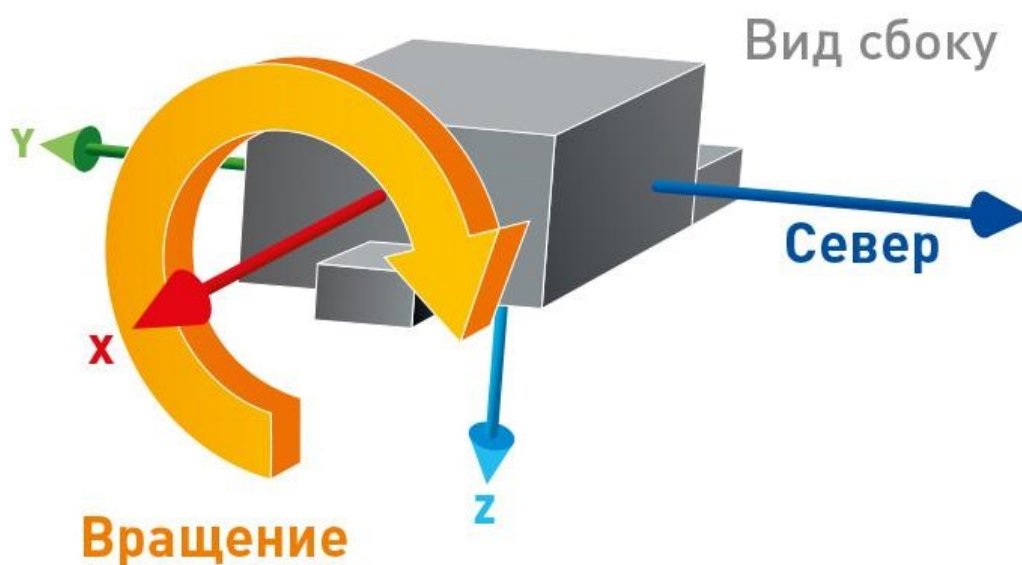

Рисунок 4 – Расположение МГ-1 для калибровки магнитометра МГ-1 по оси X
5.3 Направить ось Y на магнитный север (юг), ось X в плоскости горизонта, ось Z вверх или вниз, и произвести один полный оборот вокруг оси X МГ (рис. 4).